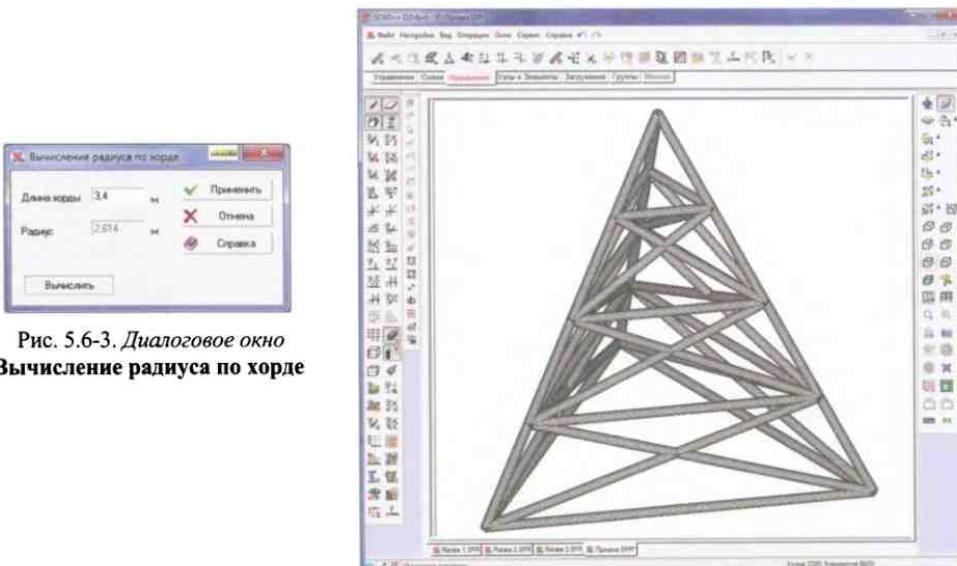

Рис. 5.6-3. Диалоговое окно
- ввести длину хорды в соответствующем поле ввода этого окна (рис. 5.6-3) и нажать кнопку **Вычислить** (вычисленное значение радиуса поверхности вращения будет показано в информационном окне **Радиус**);